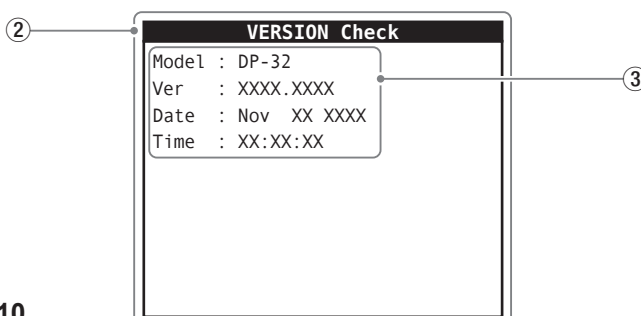

Fig 10
- Use the **JOG/DATA** dial to select the "**VERSION**" item (Fig. 10-a-①).
- Press the **JOG/PLAY** button to open the "**VERSION check**" screen (Fig. 10-a-②).
- カーソルを**JOG/DATA**ダイヤルで操作し、**[VERSION]**項目 (Fig10-①)を選択する。
- **JOG/PLAY**ボタンを押して、**[VERSION check]**画面 (Fig10-②)に移動する。